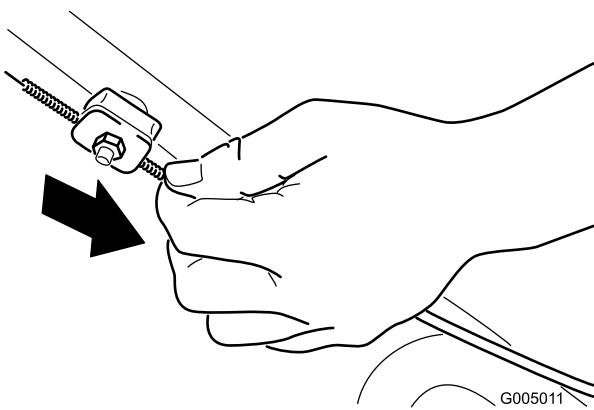

Рисунок 24
2. Потяните оболочку троса в направлении машины до выбора слабины троса (Рисунок 24).